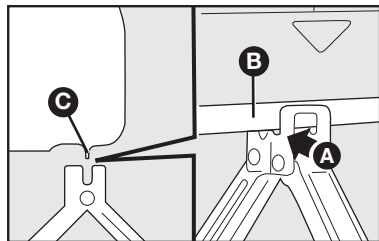
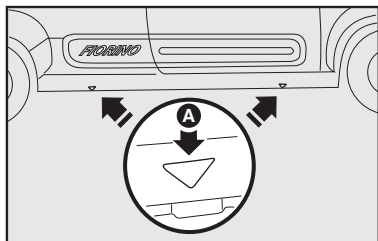

fig. 6
fig. 5
3) Colocar o macaco onde está marcado o símbolo ▼ **A-fig. 5**, perto da roda a substituir, e certificar-se de que a ranhura **A-fig. 6** do macaco esteja bem encaixada na longarina **B** ou **C-fig. 6**.